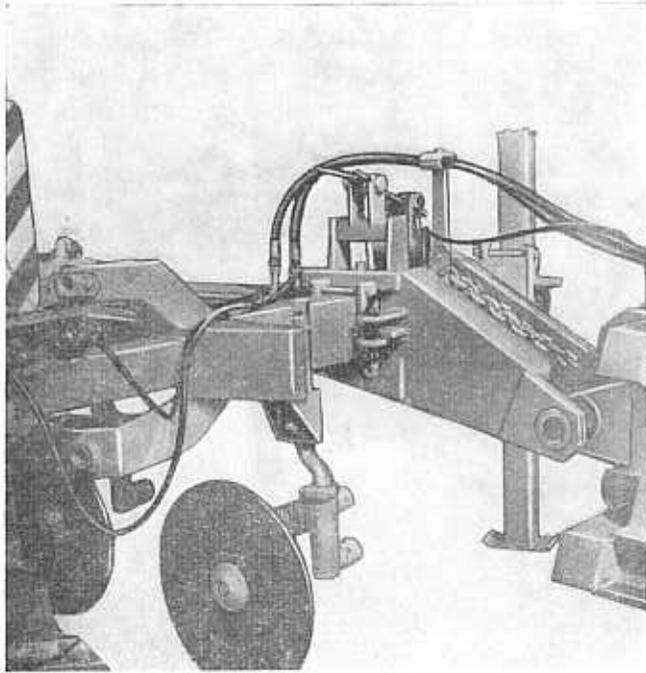

Abb. 11 Führungsgehäuse
- Ziehen des Sicherungssteckers am Führungsgehäuse (siehe Abb. 11)
- Lösen der Klemmverbindung (siehe Abb. 11)